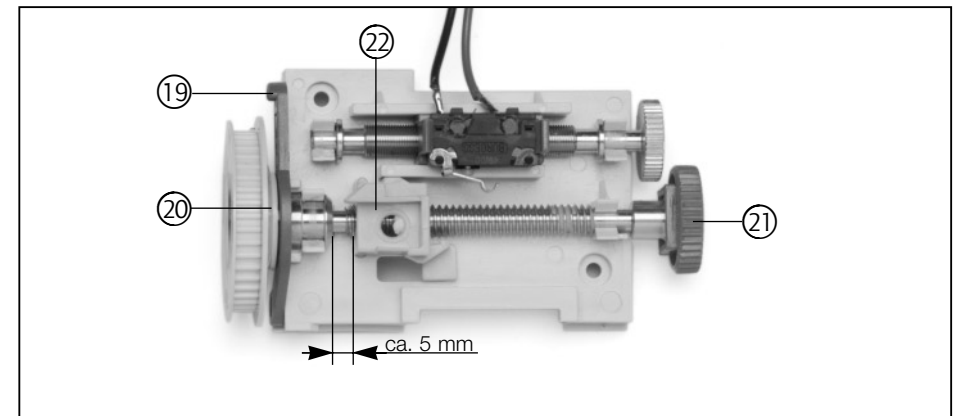

Abb. 9: Referenzpunkteinstellung (Tor ist zu)
- Entriegeln Sie die Schaltspindel, indem Sie den roten Leerlaufhebel (19) nach vorn umlegen und die innere Mitnehmerscheibe (20) des Laufrades in Richtung Spindel drücken (siehe Abb. 9).
- Drehen Sie das Rändelrad (21) solange im Uhrzeigersinn, bis sich der Schlittens (22) ca. 5 mm vor dem linken abgeschrägten Bund der Schaltspindel befindet (siehe Abb. 9).